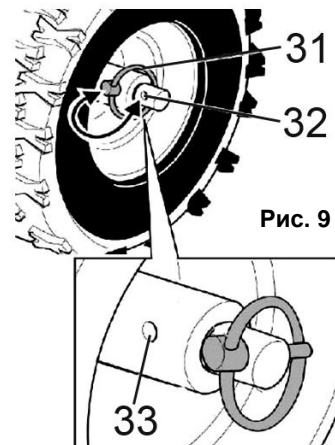

Рис. 9
- Для этого переставьте стопорный палец с кольцом (31), который жестко крепит колесо на оси сквозь отверстие (33), в свободное положение (32) (См. Рис.9).
- Для этого совместите отверстие в ступице колеса (33) с отверстием оси привода и вдвиньте стопорный палец (31) в отверстие (32) (См. Рис.9).